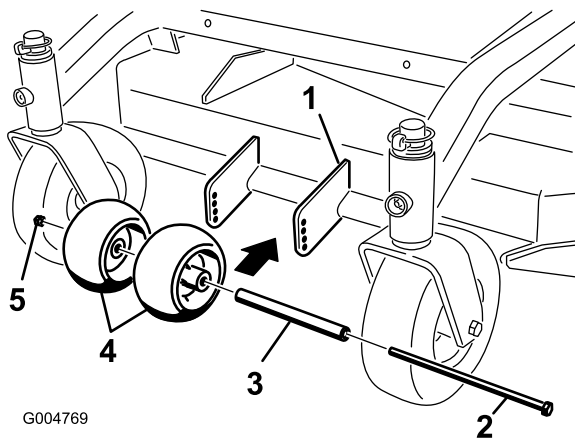

Figure 14
1. Après avoir réglé la hauteur de coupe, vérifiez que les galets anti-scalp procurent une garde au sol minimale de 10 mm (Figure 14).
2. Si un réglage est nécessaire, retirez le boulon, les rondelles et l'écrou (Figure 14).
3. Choisissez le trou requis pour que les galets anti-scalp soient à 10 mm ou plus du sol (Figure 14).
4. Remettez le boulon et l'écrou (Figure 14).